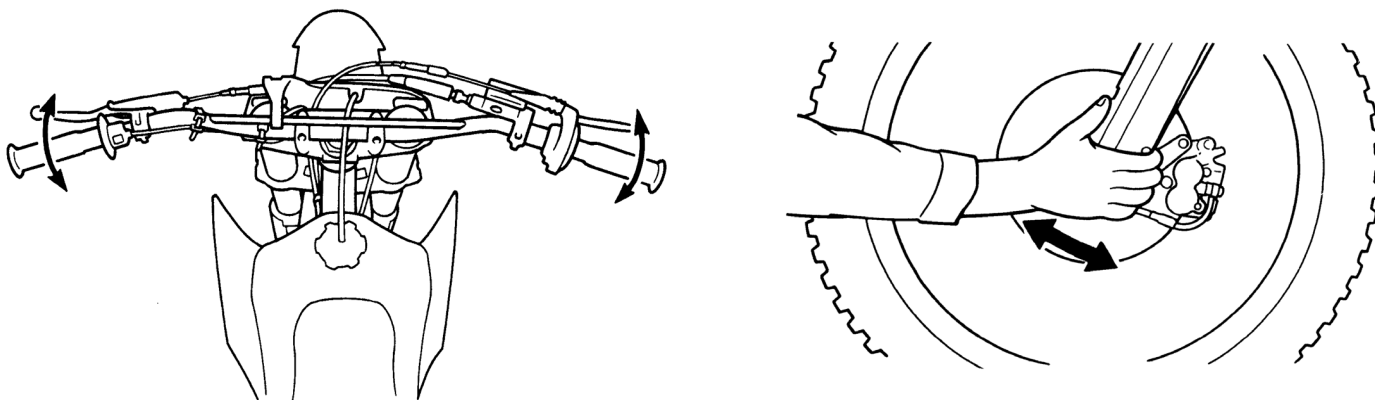

Рисунок 5.30. Проверка рулевой колонки.
2. Встаньте перед питбайком. Возьмитесь за вилку (в районе передней оси) и потяните вилку по направлению к двигателю, и обратно (рис. 5.30) несколько раз. Если подшипники изношены, вы почувствуете люфт или даже услышите щелчок / глухой удар.